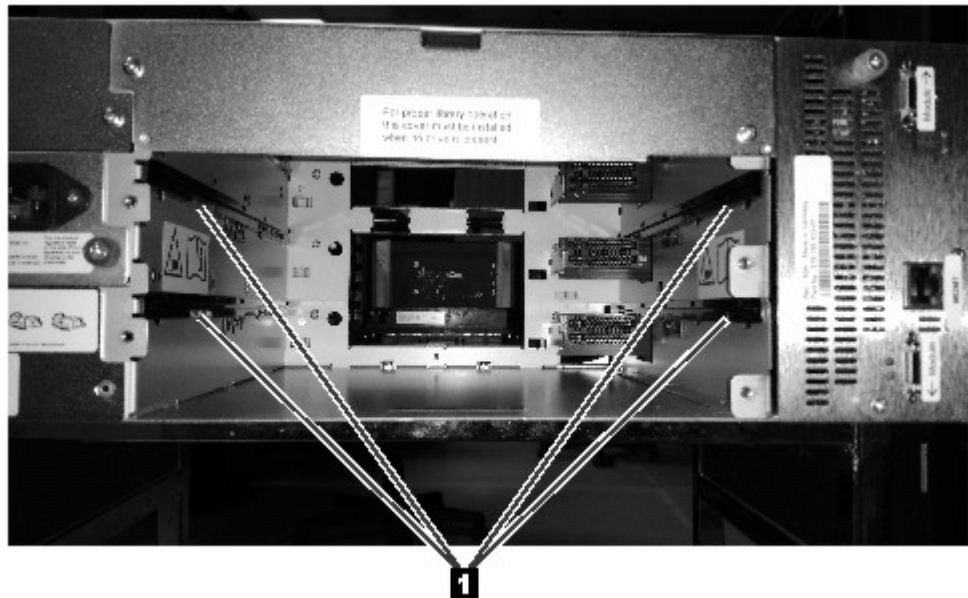

Figura 59. Rieles de alineación
2. Alinee e inserte lentamente la nueva unidad de cintas en la bahía de la unidad a lo largo de los rieles de alineación (1 en Figura 59 en la página 138) mientras el conjunto de unidad está soportado. La unidad de cintas debe desecharse con el panel posterior de la biblioteca.